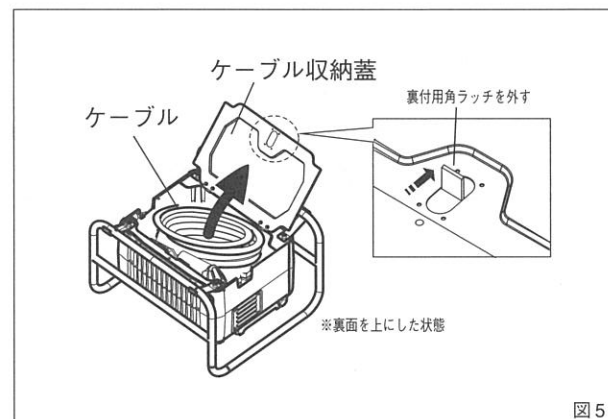

図 5
- ① 本体を裏面側（前面を下）にし、ケーブル収納蓋を開けます。(図 5)
- ② 中に収納されているケーブル（電源ケーブル、出力ケーブル、バーコードリーダ）を取り出してください。